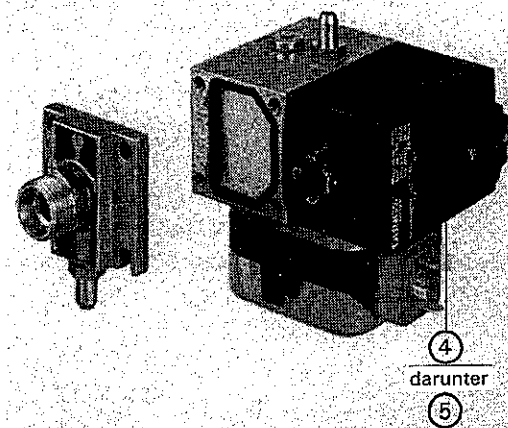

Abb. 63
14. Abdeckung ④ für Einstellschraube ⑤ am Gas-kombiventil zur Seite schieben (Abb. 63).